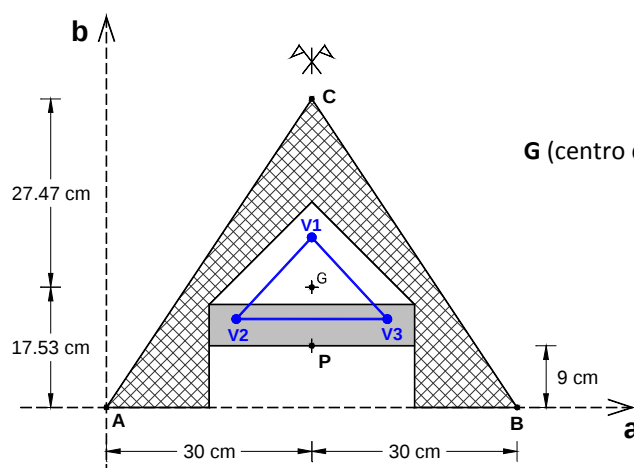

Figura 3
**1.2 -** Por razões estéticas, a secção transversal do pilar foi alterada, passando a ser a representada na *Figura 3*, onde se encontra desenhado o núcleo central da presente secção.
As coordenadas no sistema de eixos (a,b) do centro de gravidade **G** da secção transversal e os vértices do núcleo central estão identificadas na *Figura 3*.